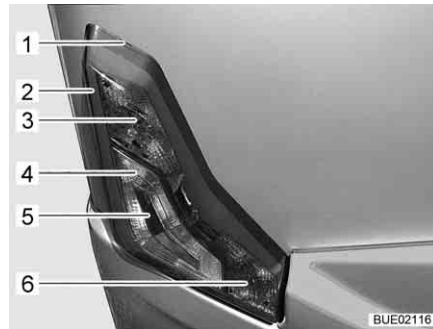

Fig. 273 Luci posteriori
- Infilare l'utensile piatto nell'intaglio (Fig. 273,1) e facendo leva sollevare con cautela l'involucro.